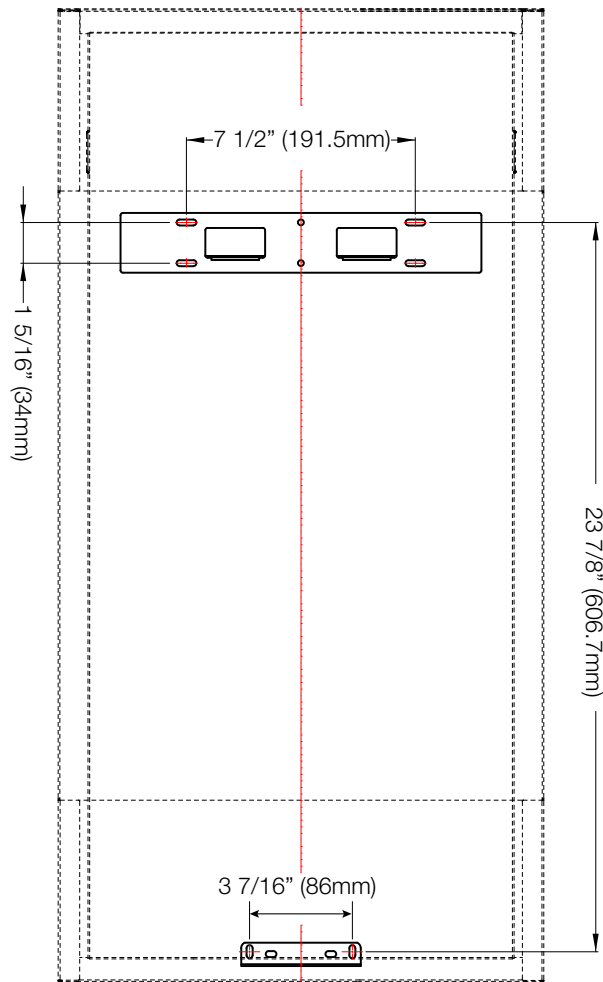
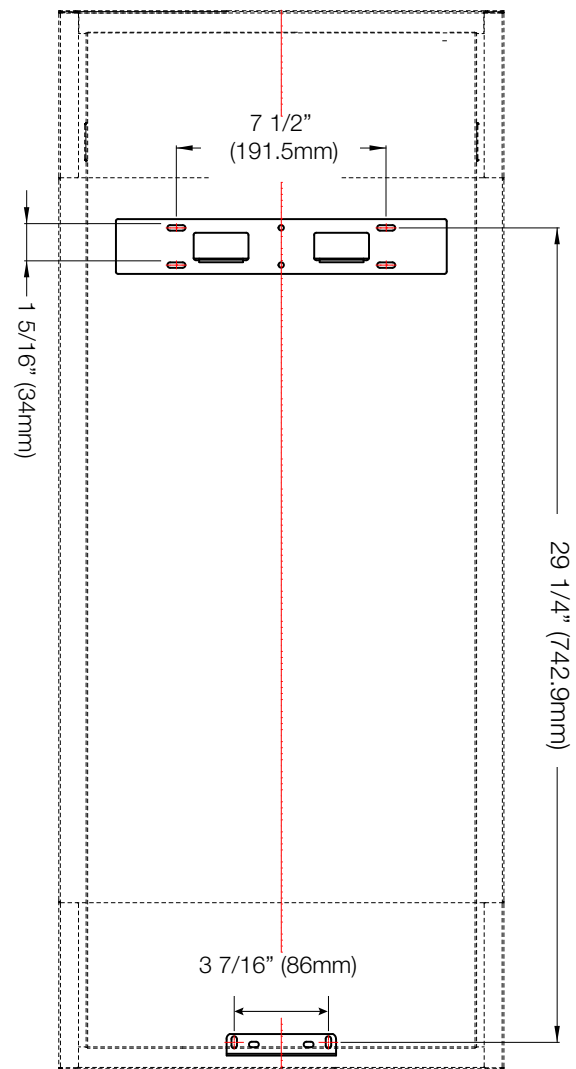

Fig. 2: NEFVC32H-EU Modèle d'installation au mur
Fig. 3: NEFVC38H-EU Modèle d'installation au mur
- À l'aide du modèle d'installation murale approprié (**Fig. 2 pour le modèle NEFVC32H-EU** ou **Fig. 3 pour le NEFVC38H-EU**), tracer l'emplacement des supports arrière et inférieur sur le mur.